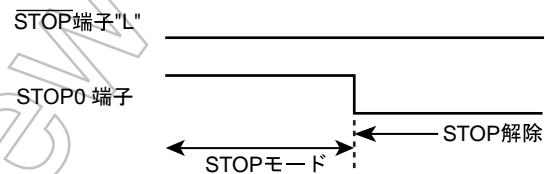

図 18-3 STOP 端子と STOP0 ~ STOP3 端子の優先順位
- 注 6) STOP0 ~ STOP3 入力によって STOP モードを解除する ("L" レベル) 場合は、STOP モード中 $\overline{\text{STOP}}$ 端子を必ず "L" レベルに固定してください。(図 18-3)